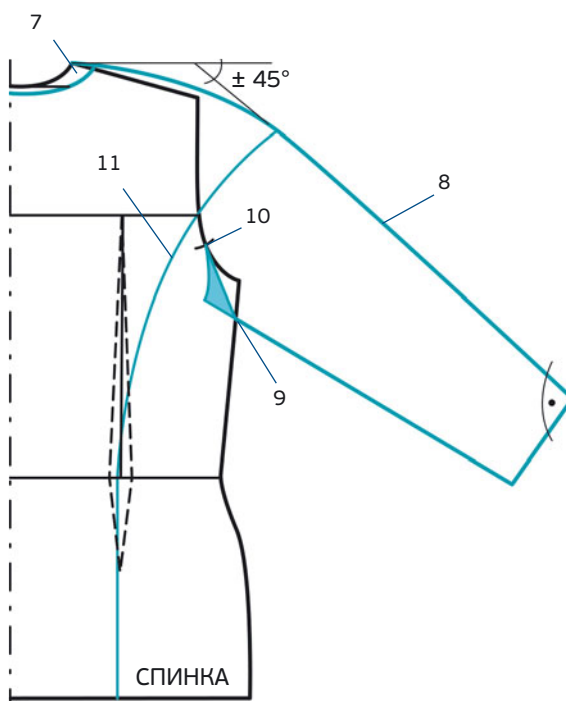

РИС. 2
10. На линии проймы отметьте точку на 3 см ниже линии глубины проймы. Затем проведите прямую, соединяющую эту точку с основанием рукава. Перекопируйте полученную деталь в зеркальном отражении по отношению к этой прямой (рис. 2 синим цветом).